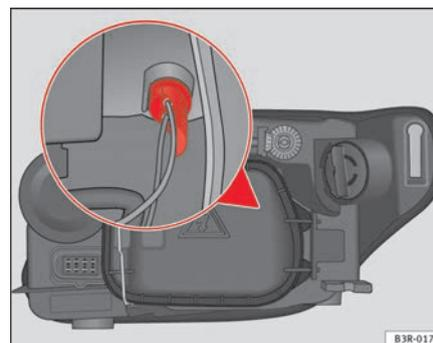

Fig. 217 Lámpara luz de posición
- Extraiga el portalámparas asíéndolo por la empuñadura ⇒ fig. 217 (también se puede extraer tirando de los cables del portalámparas).